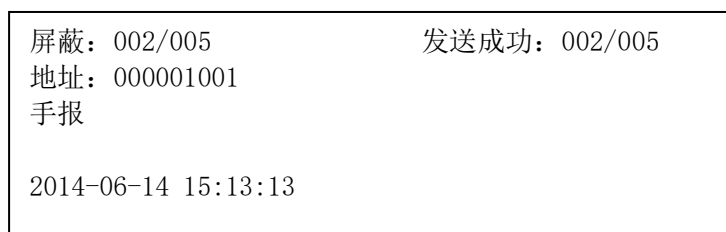

图5-21
- ◆ 按“功能”键进入选项菜单，按【↑】【↓】键进入查询菜单，按【←】【→】键进行翻页，按‘7’进入屏蔽查询界面（图5-21）。